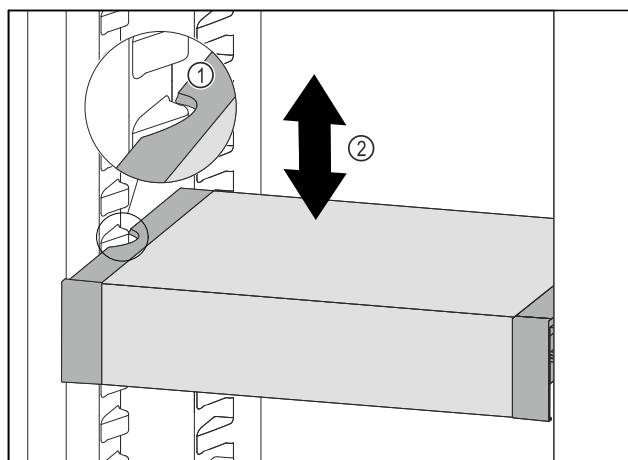

Fig. 97
- Predal VarioSafe povlecite v smeri naprej, dokler nista stranska izreza predala VarioSafe na višini nastavka za posodo v hladilniku. Fig. 97 (1)
- Predal VarioSafe premikajte v hladilniku gor ali dol, dokler ne dosežete želeno višino. Fig. 97 (2)